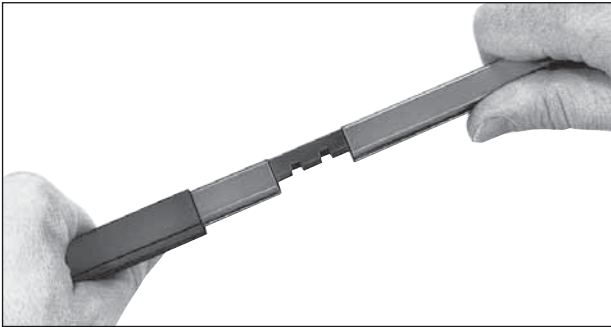

Bild 10: Isolierte Trennstelle IT/U 15-30
9.1. Isolierte Trennstellen (Bild 10)
– Kupfer- bzw. Edelstahl-Profil mit Trennstelle verbinden und in das PVC-Profil einschieben (Bild 10).